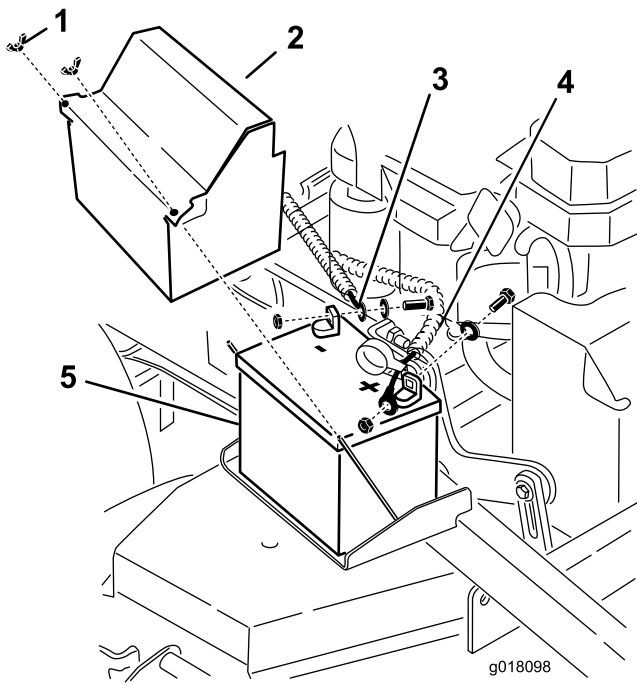

Figura 53
3. Levante la cubierta de goma negra del cable negativo. Desconecte el cable negativo del borne negativo (-) de la batería (Figura 53).
4. Retire la cubierta de goma roja del borne positivo (rojo) de la batería. Luego retire el cable positivo (rojo) de la batería (Figura 53).
5. Retire la pletina de sujeción de la batería (Figura 53), y retire ésta.
1. Coloque la batería en la máquina (Figura 53).
3. Conecte primero el cable positivo (rojo) al borne positivo (+) de la batería con una tuerca, una arandela y un perno (Figura 53). Deslice la cubierta de goma sobre el borne.
4. Luego conecte el cable negativo y el cable de tierra al borne negativo (-) de la batería con una tuerca, una arandela y un perno (Figura 53). Deslice la cubierta de goma sobre el borne.